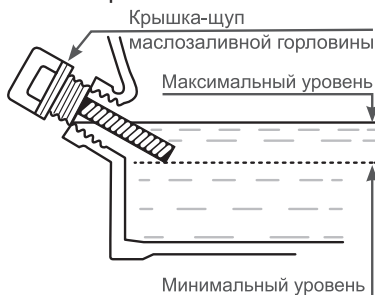

Рис. 5 Проверка уровня масла
3. Аккуратно вытащите щуп и осмотрите его. Уровень масла должен соответствовать верхней отметке на щупе. При недостаточном уровне масла в картере необходимо долить чистое масло до верхней отметки на щупе (что соответствует нижней кромке заливного отверстия) (Рис. 5).